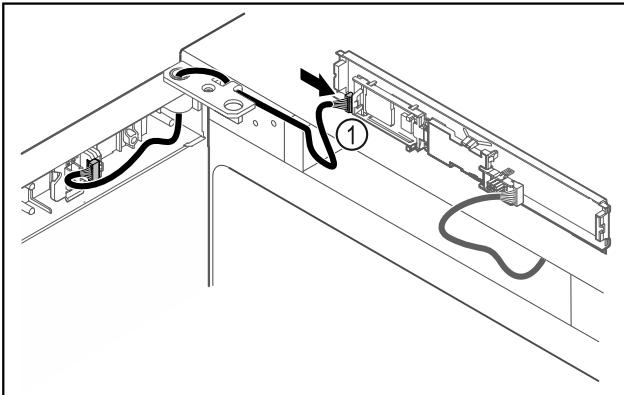

Fig. 47
► Introduceți fișa Fig. 47 (1) la placă electronică.